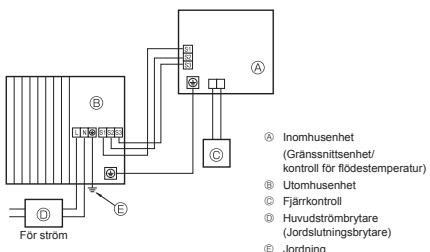
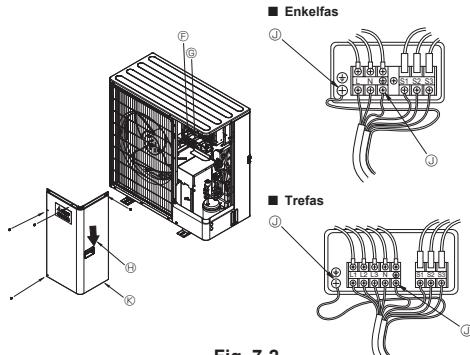

Fig. 7-1
Fig. 7-2
7.1. Utomhusenhet (Fig. 7-1, Fig. 7-2)
① Ta bort servicepanelen.
② Hänvisa till Fig. 7-1 och Fig. 7-2 när kablarna dras.